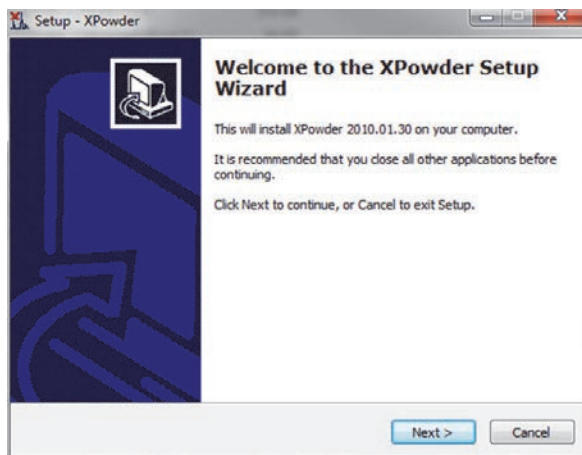

Figura C-1 Procedura guidata XPowder
3. Seguire le istruzioni della procedura guidata (vedi Figura C-1 a pagina 92) con l'avanzamento dell'installazione.